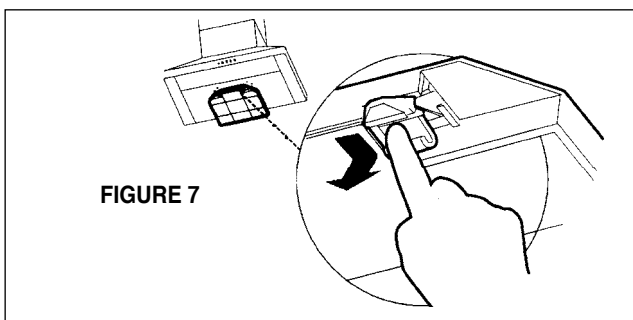

FIGURE 7
2. Installer le FILTRE AU CHARBON (6) (de la FIGURE 7).
Le filtre au charbon devrait être remplacé (**tel qu'indiqué sur la FIGURE 7 de la page 8**) lorsque le message "EF" apparaît à l'affichage ou, au moins tous les 4 - 6 mois, dépendamment de l'utilisation. L'alarme se déclenche seulement lorsque le moteur est en marche.